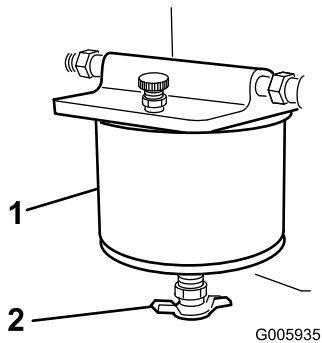

Bild 13
- Schrauben Sie den Ablasshahn auf, bis das Wasser aus dem Filter läuft (Bild 13).